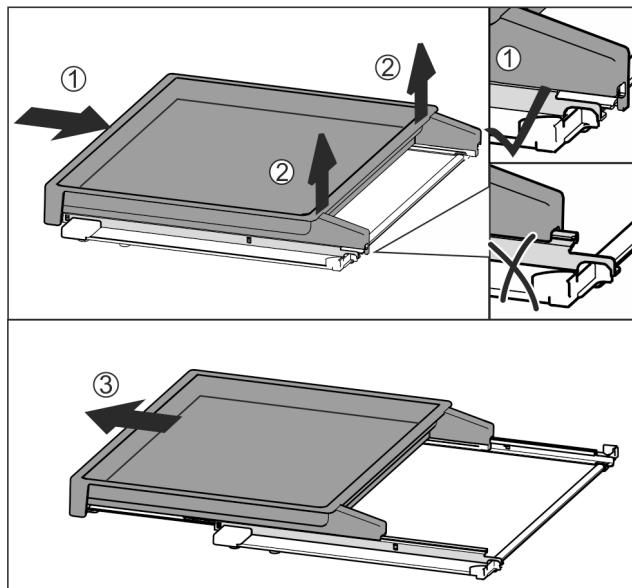

Fig. 43
- Вставить вытяжную панель полностью Fig. 43 (1).
- Отпустить фиксацию на задней стороне Fig. 43 (2).
- Извлеките вытяжную панель движением вперед Fig. 43 (3).